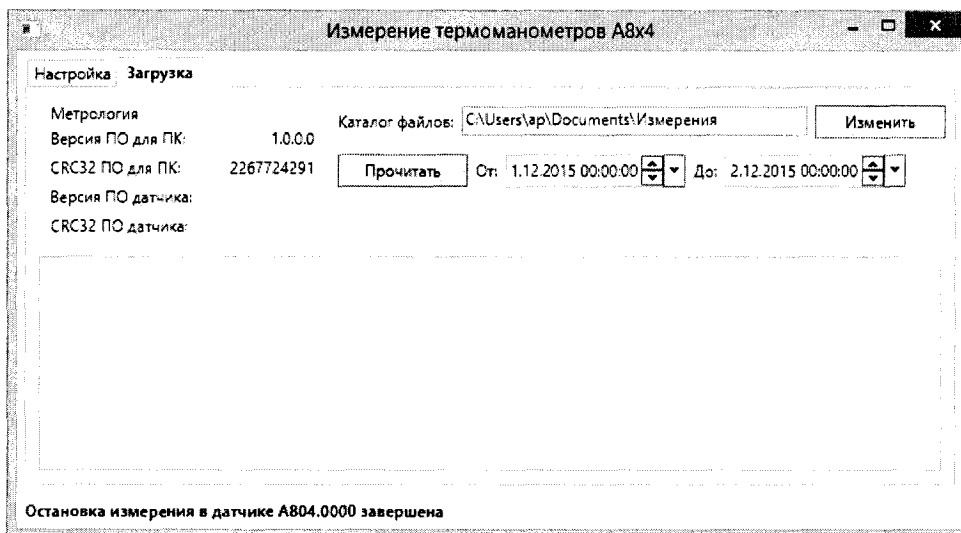

Рисунок 5 - Запуск чтения измерений
7.2.9 перейти на страницу «Загрузка» программы «А8Х4Measure» (Рисунок 5) и указать: